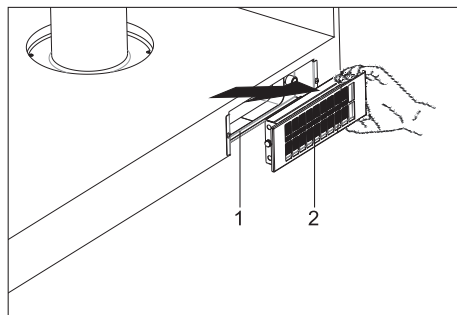

Abb. 15
- 1.** Nehmen Sie den Aktivkohlefilter (Abb. 15/2) in Richtung des Pfeils nach vorne heraus. (wird mit Magneten gehalten) (Abb. 15).